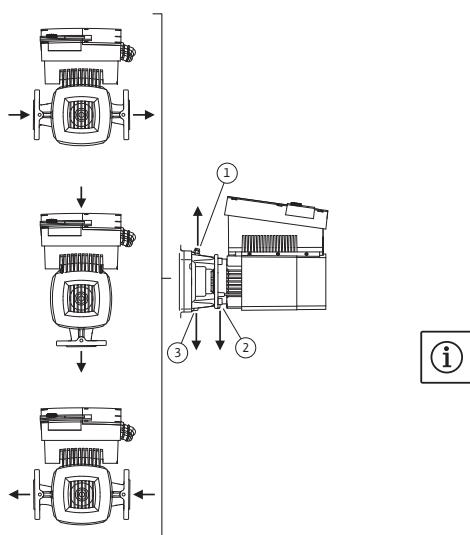

Fig. 23: Tillåtna monteringslägen med horisontell motoraxel
De tillåtna monteringslägena med horisontell motoraxel och elektronikmodul uppåt (0°) visas i Fig. 23. De tillåtna monteringslägena med sidmonterad elektronikmodul ($+/- 90^\circ$) syns inte på bild. Alla monteringslägen utom "elektronikmodul nedåt" (-180°) är tillåtna. Avluftring av pumpen garanteras endast om avluftningsventilen pekar uppåt (Fig. 23, pos. 1).
Endast i denna position (0°) kan det kondensat som bildas föras bort via befintliga hål, pumplanternan (Fig. 23, pos. 3) samt motorn (Fig. 23, pos. 2). Detta gör du genom att ta bort proppen på motorflänsen (Fig. 7, pos. 7a).